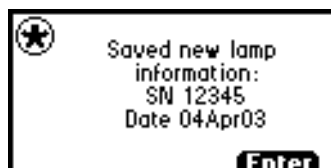

图 5-11 第三个换灯诊断屏幕
3. 确认输入内容，然后按 **Enter** 键。出现第三个 **Change Lamp** 诊断屏幕（图 5-11）。